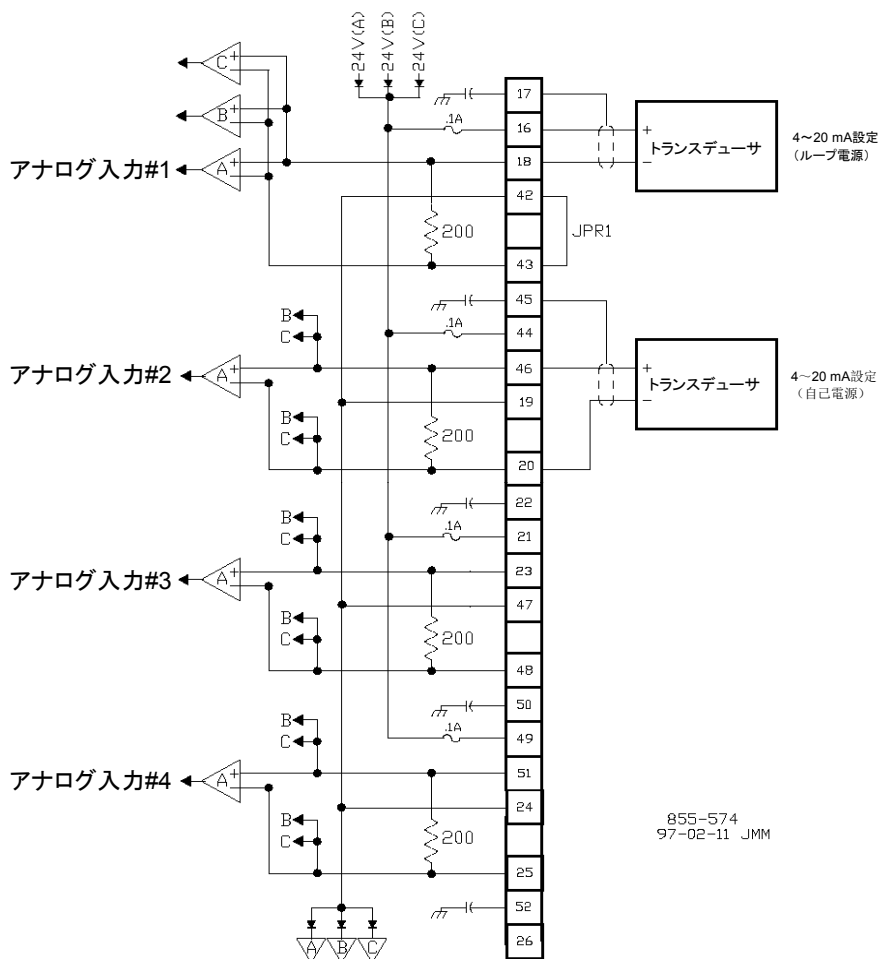

図 4-8. アナログ入力配線図の例
24/8アナログモジュールは、4~20 mA入力信号用に、モジュールに配置される入力に200Ωの抵抗を使用します。各アナログ入力チャンネルは、4~20 mAトランスデューサに電源を供給することができます。アナログ入力接続については、図4-8を参照してください。この電源は各チャンネルの100 mAヒューズで保護され、不慮の短絡がモジュールを損傷することを防ぎます。このDC24 V出力は、DC24 Vの供給と±10%の調整が可能です。最大電流は0.8 Aです。電源接続は24/8アナログFTMIにある端子を介して行うことができます。24/8アナログFTMIに関するすべてのフィールド配線情報については第11章を参照してください。
各アクチュエータ出力は、シングルコイルアクチュエータまたはデュアルコイルアクチュエータを動かすように設定することもできます。出力をいずれかのタイプのアクチュエータを動かすように設定するときは、その出力を正しく配線し(図4-8および4-9参照)、制御システムのプログラムを正しいタイプのアクチュエータ用に設定しなければなりません。アクチュエータ出力のプログラムに関する詳細については、第3巻を参照してください。
- FTMのアクチュエータ出力配線接続については、図4-8、4-9、付録Aを参照してください。